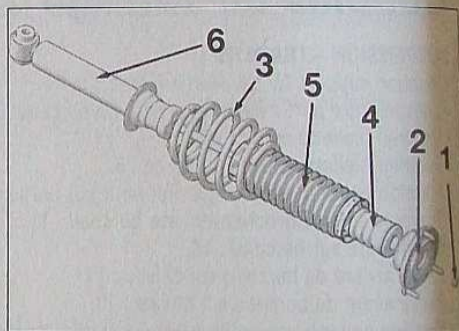

FIG.4
- l'écrou (1) (Fig.4) en empêchant la rotation de la tige d'amortisseur à l'aide d'une clé plate de 6.
- la coupelle (2).
- Décompresser puis dégager le ressort (3).
- la butée (4).
- le soufflet de protection (5).
- Déposer de l'étau l'amortisseur (6).
- Remplacer l'écrou (1) et le serrer à 3 daN.m.